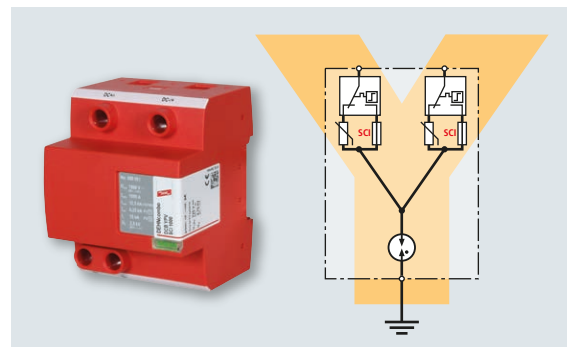

Bild 9 DEHN Combo YPV SCI – Kombierter Überspannungsableiter Typ 1 + Typ 2 mit fehlerresistenter Y-Schaltung und dreistufiger DC-Schalteinrichtung
Der DEHN Combo YPV SCI ... (FM) enthält neben der bewährten fehlerresistenten Y-Schutzbeschaltung eine dreistufige DC-Schalteinrichtung (**Bild 9**). Diese besteht aus einer kombinierten Abtrenn- und Kurzschließvorrichtung mit Thermo-